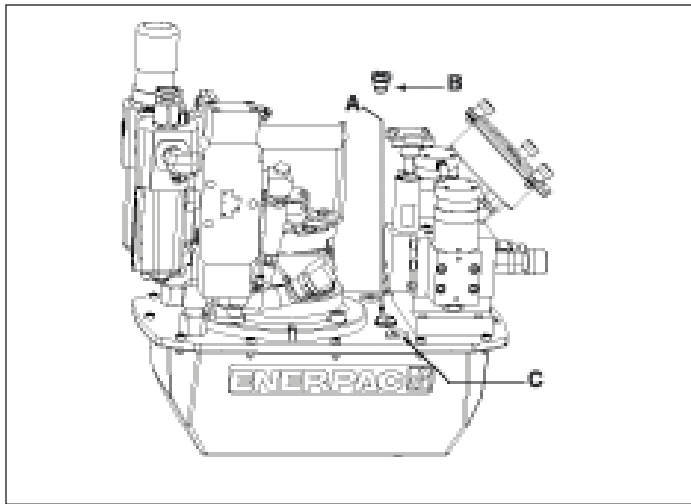

Figura 2, Installazione dello sfiatatoio ZA4T
4.1 Cappuccio sfiatatoio del serbatoio (vedere Figura 2)
Controllare il livello dell'olio della pompa prima dell'avvio, e se necessario aggiungere olio togliendo il tappo SAE #10 dalla piastra del coperchio (vedere la Figura 2). Il serbatoio è pieno quando il livello dell'olio raggiunge la parte alta del vetro di livello (Fig. 4).